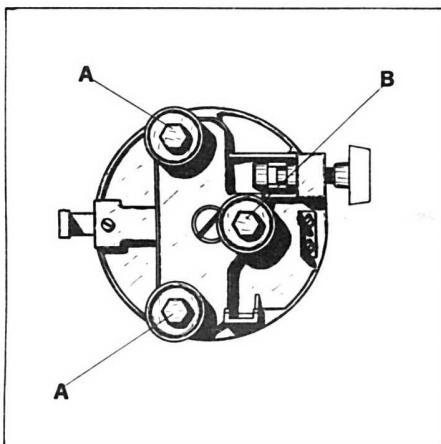

Fig. 15
The rollerhead is suspended by three special tolerance, grease-packed, double shielded ball bearings. These bearings are mounted on two straight bearing shafts (A) and one eccentric bearing shaft (B). In proper adjustment the top and bottom radii of all three bearings should be in contact with the arm tracks over their entire length and head should move freely. (Fig. 15).
Il carrello è sostenuto da tre cuscinetti a sfere a doppio schermo. Due cuscinetti sono montati con perno concentrico (A), uno con perno eccentrico (B) per permettere la regolazione. Con una regolazione perfetta i cuscinetti debbono aderire perfettamente nella guida per tutta la lunghezza del braccio. (Fig. 15).